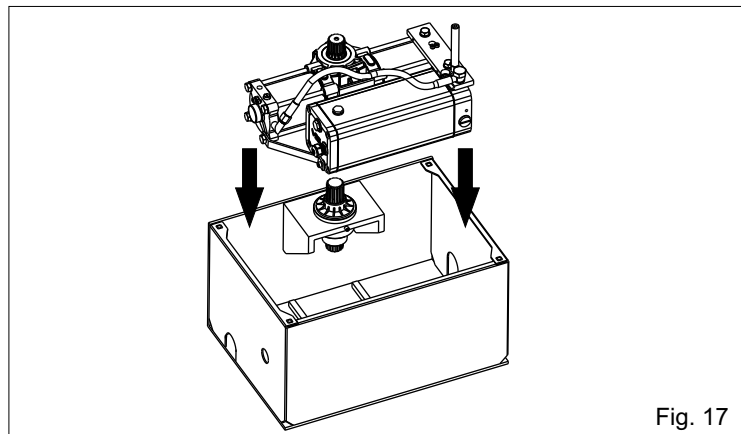
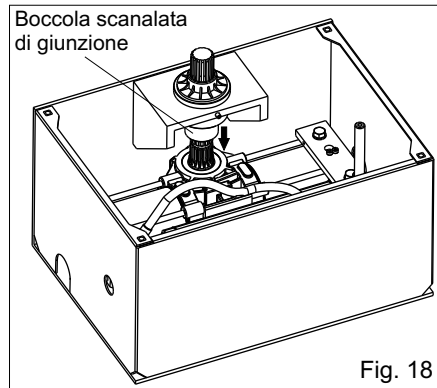

Fig. 17
Fig. 18
4.3. Introdurre manualmente l'operatore all'interno della cassetta portante (Fig. 17) ed accoppiare il pignone dell'operatore con il pignone della cassetta utilizzando la boccia scanalata di giunzione (Fig. 18).